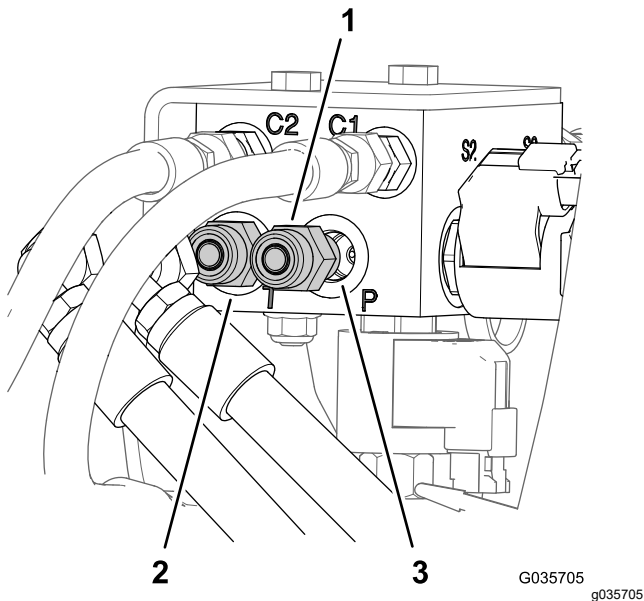

Figura 5
1. En la parte posterior del fumigador, etiquete las mangueras en el puerto P y el puerto T del distribuidor del cilindro de elevación Figura 5
2. Retire las mangueras de los acoplamientos hidráulicos rectos en el puerto P y el puerto T del distribuidor del cilindro de elevación (Figura 5).
3. Retire los acoplamientos hidráulicos rectos del puerto P y el puerto T del distribuidor del cilindro de elevación antiguo (Figura 5).